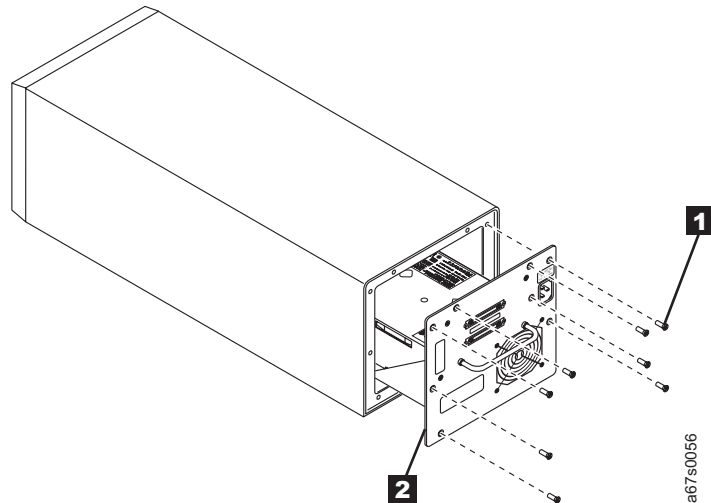

Abbildung 23. Laufwerkschlitten aus Bandkassetten-Autoloader IBM 3581 entfernen
4. Entfernen Sie die acht Schrauben (**1** in Abb. 23 auf Seite 90), mit denen der Laufwerkschlitten **2** am Autoloader befestigt ist.